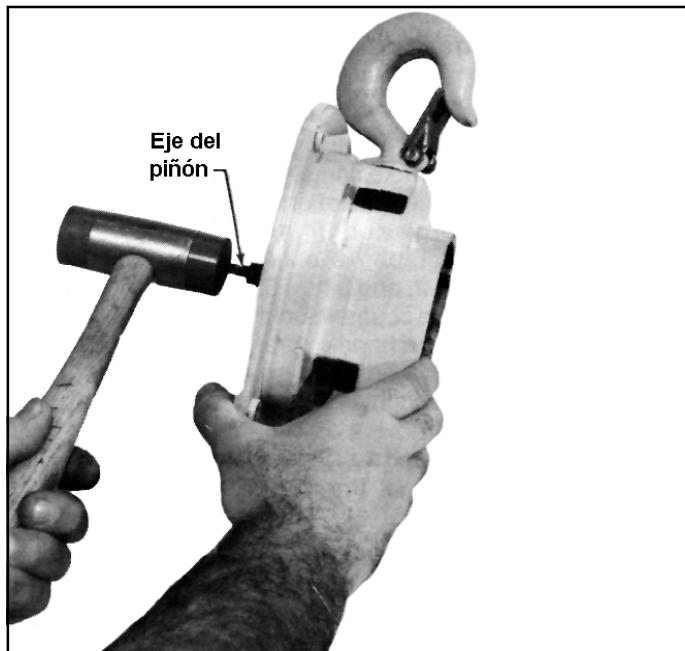

Figura 7-3. Extracción del eje del piñón
- Extraiga el anillo de retención del eje del piñón (en el lado de la rueda de mando de la carcasa) y golpee ligeramente fuera del eje del piñón. Ver Figura 7-3. El cojinete de bola debe salir con el eje del piñón.